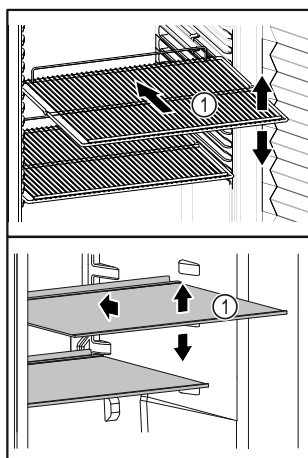

Fig. 20 Примерное изображение
- Если полки для хранения Fig. 20 (1) можно переставлять, отрегулируйте высоту их установки.